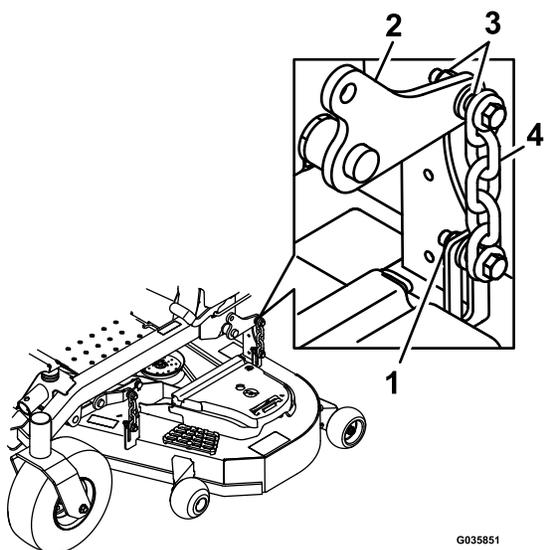

Figura 86
13. Allentate i controdadi (Figura 86) sui 4 spigoli e accertate che il piatto di taglio sia posizionato in sicurezza sui 4 blocchi.